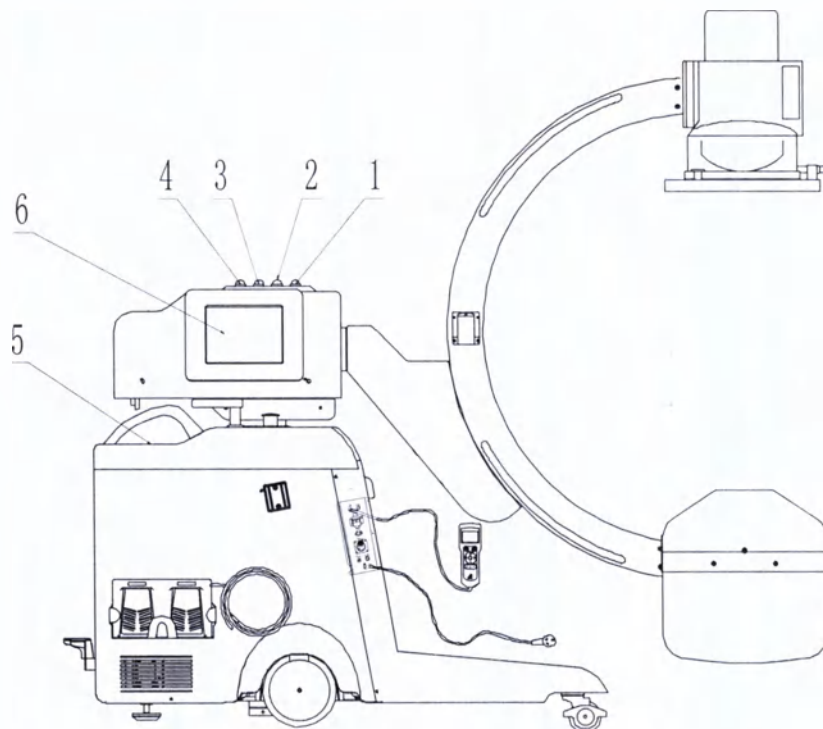

Рис. 2.
3.1.1. Панель управления и световые индикаторы (см. Рис. 2).